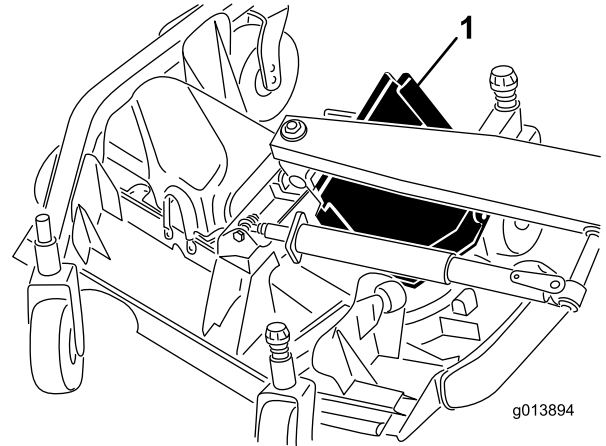

Figura 76
6. Sollevate il bordo anteriore e guidatelo tra il braccio di sollevamento e il rullo per rimuoverlo (Figura 76).